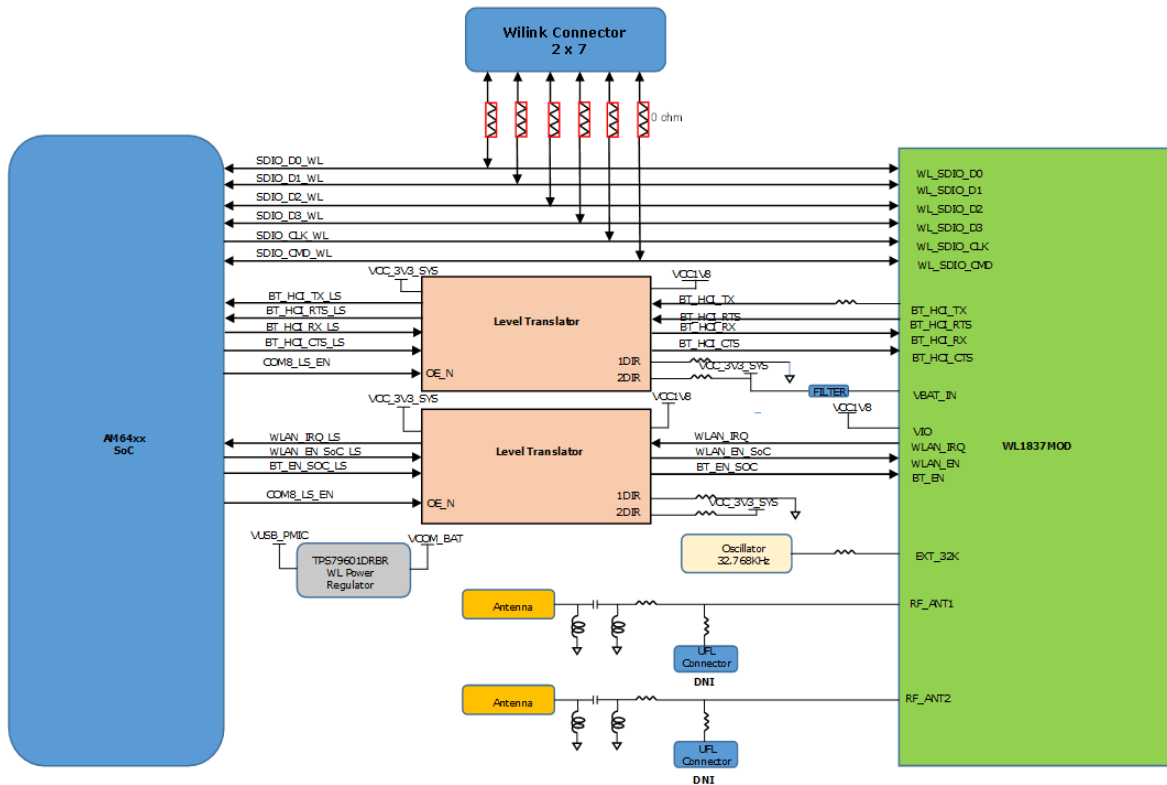

图 4-16. WiLink 模块接口
- 辅助 WB 语音 (AWBS)：在内部实现经过修改的 SBC 编解码器图 4-16 展示了与 AM64x 连接的 Wilink 模块的方框图。